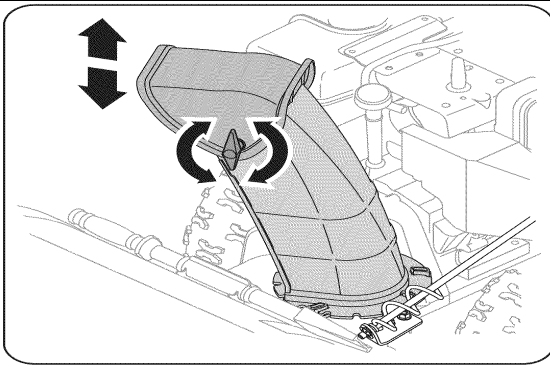

Рис. 8
2. Поверните желоб вверх или вниз и затяните фиксатор (См. Рис. 8).